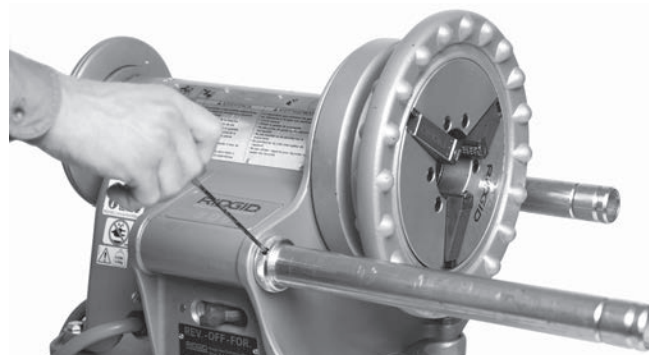

Figura 8 – Ubicación de los tornillos de montaje
- Extienda las barras de apoyo completamente hacia adelante. Empuje hacia atrás los aros de retención hasta que topen el alojamiento de la máquina 300. Con una llave hexagonal de $\frac{1}{8}$ ", apriete los tornillos de montaje en los aros de retención (Figura 8).